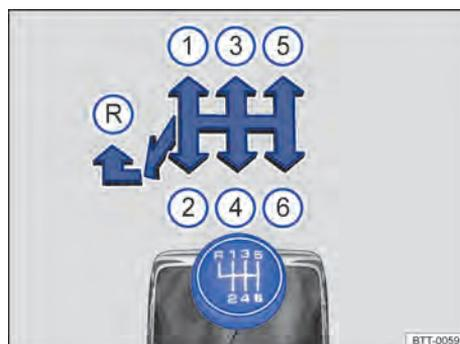

Fig. 91 Esquema de las marchas de un cambio manual de 6 marchas.
En la palanca de cambios está representada la posición de cada una de las marchas → fig. 91.
3. Tire hacia arriba del anillo de la palanca de cambios y mueva la palanca completamente hacia la izquierda y después hacia delante para situarla en la posición de la marcha atrás → fig. 91 .